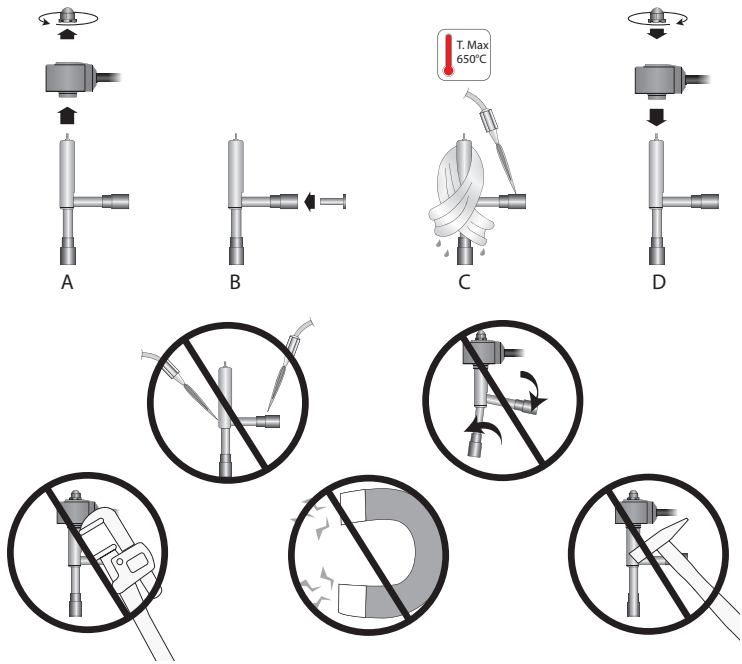

Fig. 2
- inserire il filtro in rete metallica (opzionale) **esclusivamente sul raccordo laterale d'ingresso** (Fig.2-B) posizionandolo in battuta e bloccandolo col tubo del circuito, prima di saldare la valvola. Attenzione! Utilizzare questo filtro solo in modalità mono-direzionale. In caso di utilizzo della valvola in modo bidirezionale, prevedere idoneo filtro nel circuito.
- install the metal mesh filter (optional) **exclusively on the side inlet connection** (Fig. 2-B), making sure it is fully inserted and secured in place by the pipe, before welding the valve. Important! Only use this filter for flow in one direction. If using the valve for flow in two directions, a suitable filter is required in the circuit;